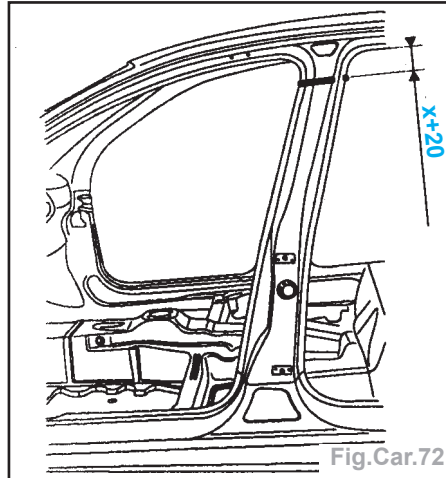

Fig.Car.72
- Tracer puis découper en A à l'aide d'une meule épaisseur 1 mm (coupe provisoire) (Fig.Car.72).